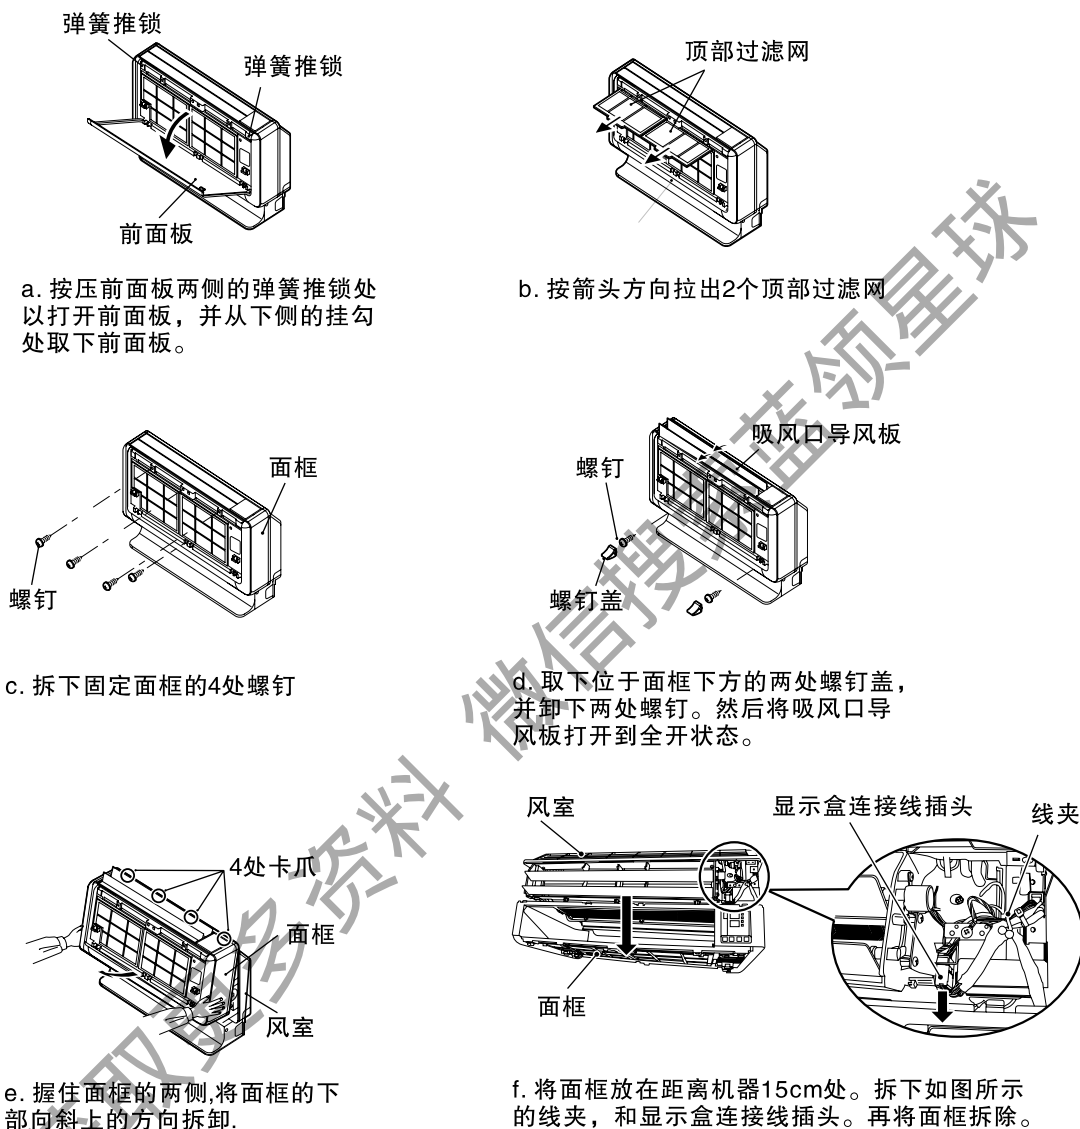

图 29
- (1) 室内外连接电缆出厂时已连接在室内机上了，安装时室内不需要再进行连接。若需要延长配管，更换加长的连接电缆，可按下述的方法进行接线。
- (2) 按图29的方法拆卸前面板和面框。